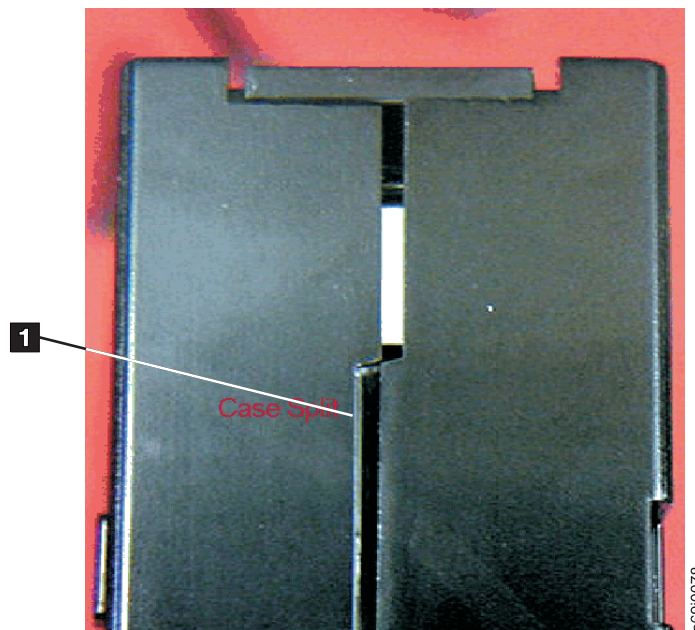
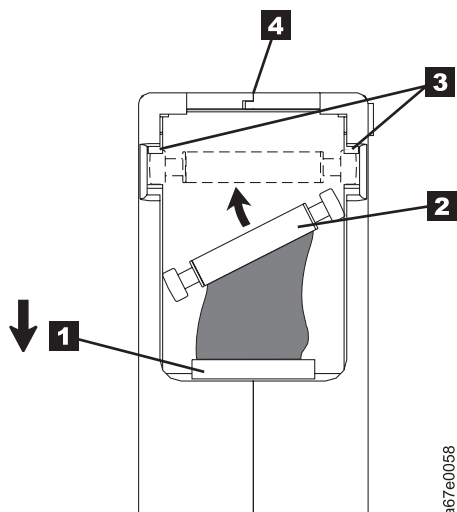

Figura 8-7. Verificando Aberturas nas Junções de um Cartucho
Figura 8-9. Colocando o Pino Guia Deslocado na Posição Correta.. A porta do cartucho é aberta para mostrar o pino guia.
- Inspeccione a parte traseira do cartucho (a parte que é carregada primeiro no compartimento de carregamento da fita) e assegure-se de que não existam aberturas na junção do estojo do cartucho (**1** na Figura 8-7 na página 8-11 e **4** na Figura 8-9 na página 8-13). Se houver aberturas na junção (consulte a Figura 8-7 na página 8-11), o pino guia pode estar fora do lugar. Vá para “Reposicionando ou Reconectando um Pino Guia” na página 8-12.
1. Abra deslizando a porta do cartucho (**1** na Figura 8-9) e localize o pino guia (**2** na Figura 8-9). Pode ser necessário balançar o cartucho suavemente para rolar o pino em direção à porta.
2. Com pinças plásticas ou de ponta cega, segure o pino guia e o posicione nas presilhas de mola de retenção do pino (**3** na Figura 8-9). **Tenha cuidado para não tocar a fita.**